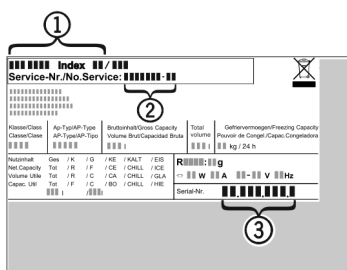

Fig. 12
▶ Denominación del aparato Fig. 12 (1), nº del servicio técnico Fig. 12 (2) y nº de serie Fig. 12 (3) en la placa de identificación. La placa de identificación se encuentra en la parte interior izquierda del aparato.
- ▶ Informe al servicio postventa e indique el fallo, la denominación del aparato Fig. 12 (1), el nº del servicio técnico Fig. 12 (2) y el nº de serie Fig. 12 (3).